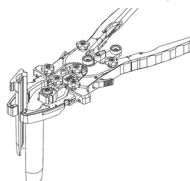

Figura 4
- Insira as lâminas caudal e cefálica carregando-as pela parte superior nas ranhuras laterais do corpo do retrator até que se encaixem no lugar (Figura 4).